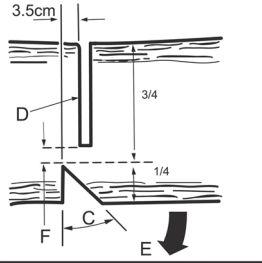

FIG. 1
Normalmente la tala consiste en dos cortes principales, la incisión (C Fig. 1) y el corte verdadero (D Fig. 1), necesario para la caída de la rama.
- Inicie con la incisión inferior (C) en el lado de la rama que mira la dirección de la caída (E).
- La profundidad de la incisión (F) debe ser igual aproximadamente a 1/4 del diámetro del tronco.
- Después de la incisión realice el corte verdadero (D) del otro lado de la rama 3-5 cm arriba de la altura de la incisión (Fig. 1).